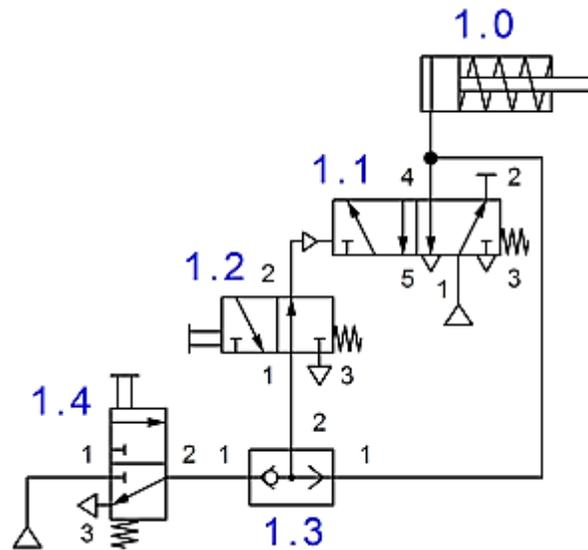

Figura 2.
4. Cierre la unidad de mantenimiento, desconecte y retire de la placa todo lo anterior, solo deje la unidad de mantenimiento y el distribuidor. Observe el esquema de la figura 2 e identifique cada elemento que se usara.